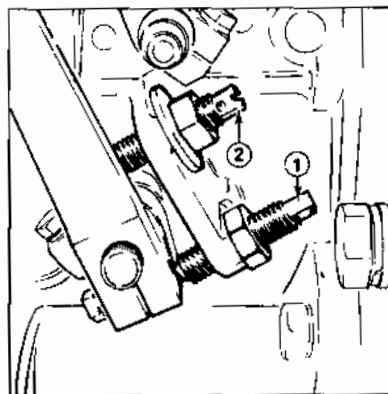

Fig. 11 Justering av stoppskruen for tomgang
2. Med motoren igang slakkes låsemutteren på tomgangsskruen (fig. 11).